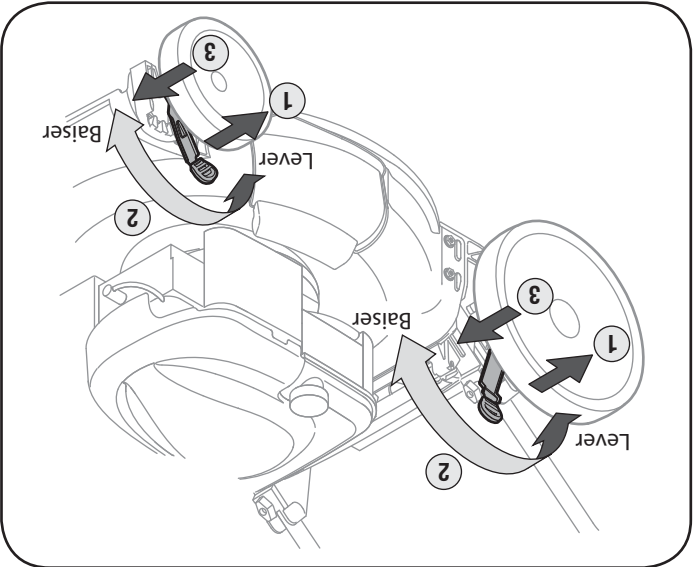

Figure 10
2. Placez la manette à la position désirée pour changer la hauteur de coupe. Voir les Figure 10.